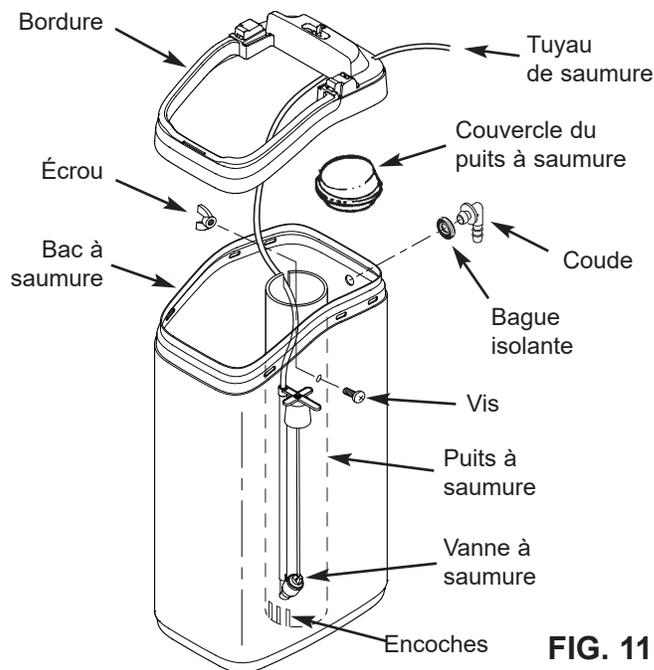

FIG. 11
- a. Remettez la bordure sur le bac à saumure (voir la Fig. 11).
- c. Glissez la vanne à saumure dans le puits à saumure. Engagez le tuyau dans l'encoche supérieure du puits (Fig. 11), puis faites-le sortir du bac par le trou à l'arrière de la bordure.
- a. Dirigez le tuyau attaché à l'ensemble de vanne de saumure à travers le trou à l'arrière de la bordure (cf. Fig. 11). Engagez le tuyau dans la fente du puits à saumure pour le maintenir.